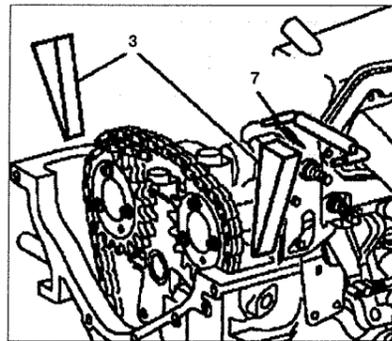

Рис. 2.17. Снимите фиксаторы **3 и блокировочный палец **7**.**
6. Снимите фиксаторы **3** и блокировочный палец **7** (см.рис.2.17). Убедитесь, что концы цепи не упали в корпус.